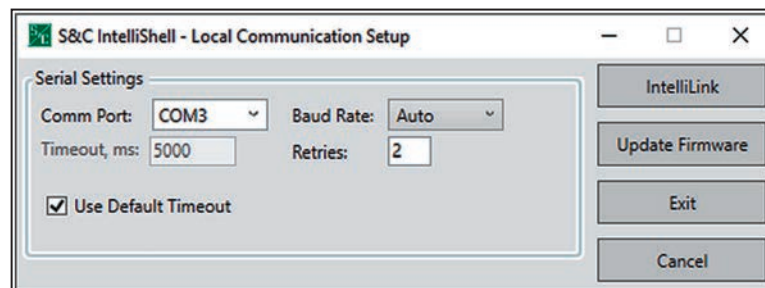

Figura 23. La ventana de diálogo de Configuración de la Comunicación IntelliShell—Local de S&C.
- (d) Haga clic en el botón **Update Firmware (Actualizar Firmware)**. Ver Figura 23.